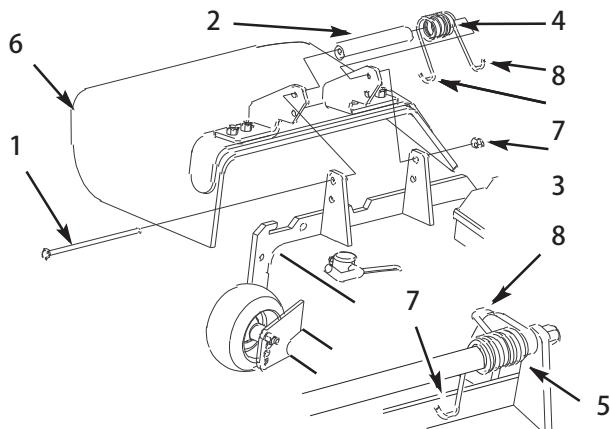

図 1
- デフレクタのブラケットの間にスペーサとスプリングを入れる(図1)。スプリングの左側のフックを デッキのエッジに引っ掛ける。
- ボルトとナットを取り付ける。スプリングの右側の J フックの端を、デフレクタに引っ掛ける(図1)。